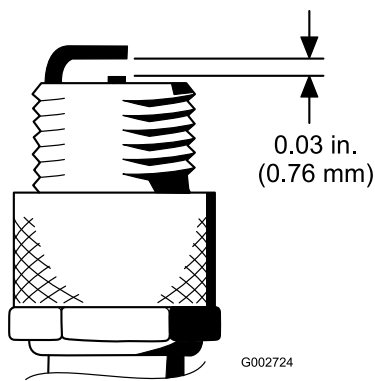

Figura 46
4. Ajuste el hueco entre los electrodos central y lateral a 0,76 mm (Figura 46).